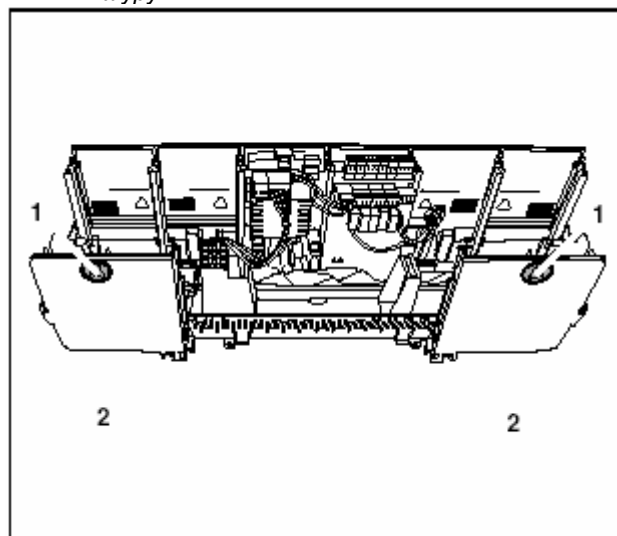

Рис. 3 Задняя сторона прибора, крепления
- Отверткой пробить обе проушины для крепления прибора регулирования (рис. 3, поз.1).
- При помощи входящих в комплект четырех шурупов закрепить прибор управления на стене (рис. 3, поз. 1 и 2).